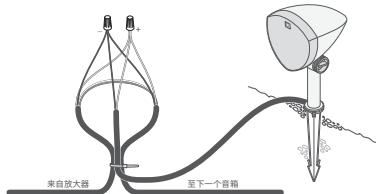

图 6
8. 剪切左扬声器或右扬声器的两根正确电线 (参见下表)，剥去埋地线裸露端 3/4 英寸 (1.9 厘米) 的绝缘层，然后从相对应扬声器尾纤的端部剥去 3/4 英寸 (1.9 厘米) 的绝缘层 (见图 6)。
9. 制作一个大约 10 英寸 (约 25 厘米) 的环路，使用扎带将线环和扬声器尾纤固定到位，以消除应力 (见图 6)。